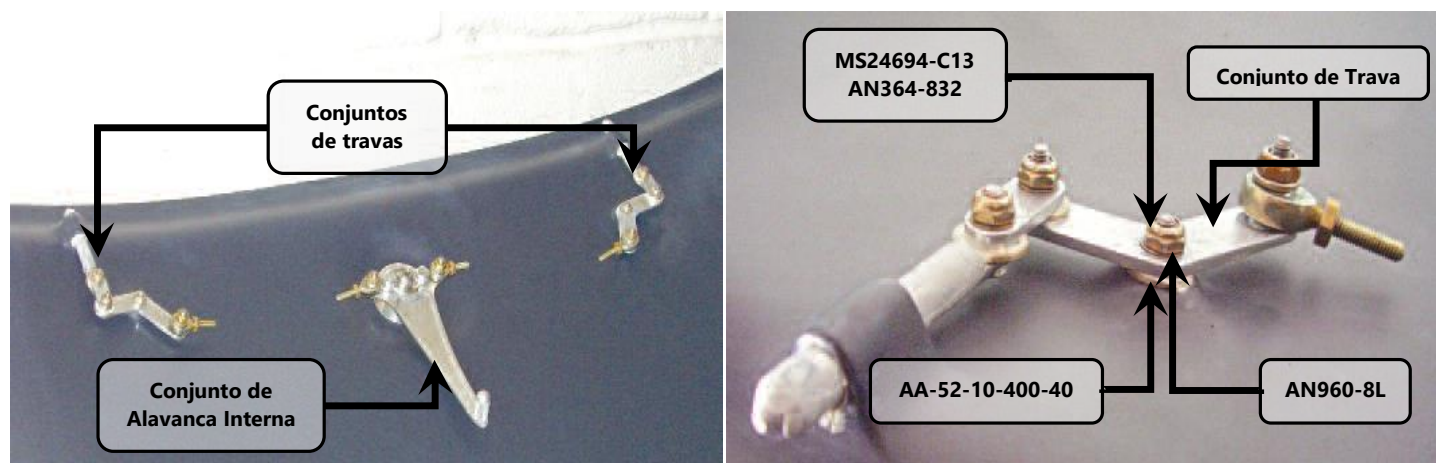
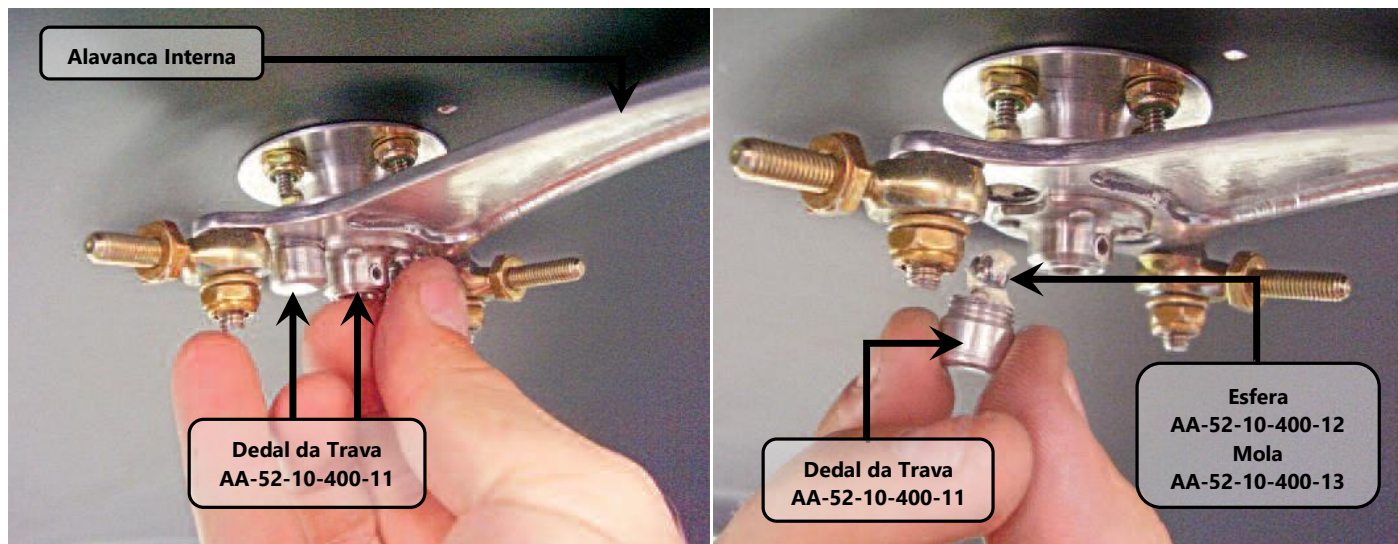
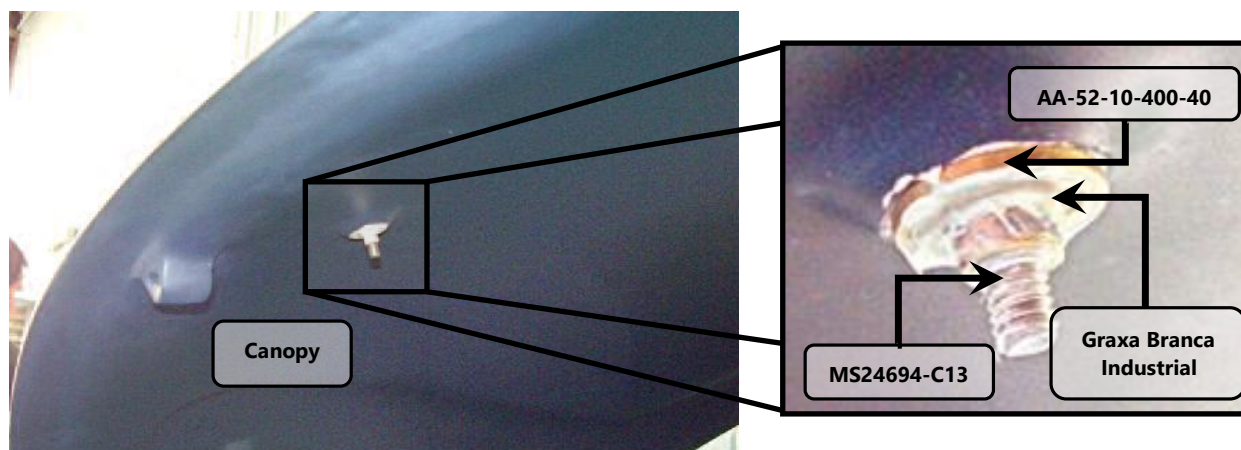

Figura 52.10.16 – Fixação das travas no Canopy.
Figura 52.10.18 – Conjunto da Alavanca Interna.
Figura 52.10.24 – Bucha da trava do canopy
4. Remover o parafuso MS24694-C13, a arruela 04-00398(WA-8) e demais hardwares mostrados na figura 52.10.16, que fixam o conjunto da trava no canopy.
5. Realizar o procedimento anterior para a outra trava também mostrada na figura 52.10.16
6. Remover, manualmente ou com auxílio de um alicate de pressão, os conjuntos (Dedal da trava principal do Canopy AA-52-10-400-11, Mola AA-52-10-400-13 e Esfera AA-52-10-400-12), mostrados na figura 52.10.18, do conjunto da alavanca interna mostrada na figura 52.10.16.
2. Para a instalação das esferas, aplicar graxa branca industrial no interior dos suportes, nas molas e nas esferas, como mostrado na figura 52.10.18.
4. Na fixação dos mecanismos do item anterior, figura 52.10.16, aplicar graxa Eixo da trava AA-52-10-400-09 de ambas as travas, como mostrado na figura 52.10.24.